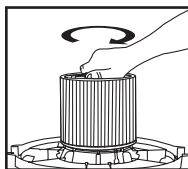

FIGURA 7
13. Sostenga la tapa del depósito con una mano, gire la manija del retenedor del filtro en el sentido de las agujas del reloj para ajustarlo, asegurando el filtro en su lugar. **FIGURA 7.**